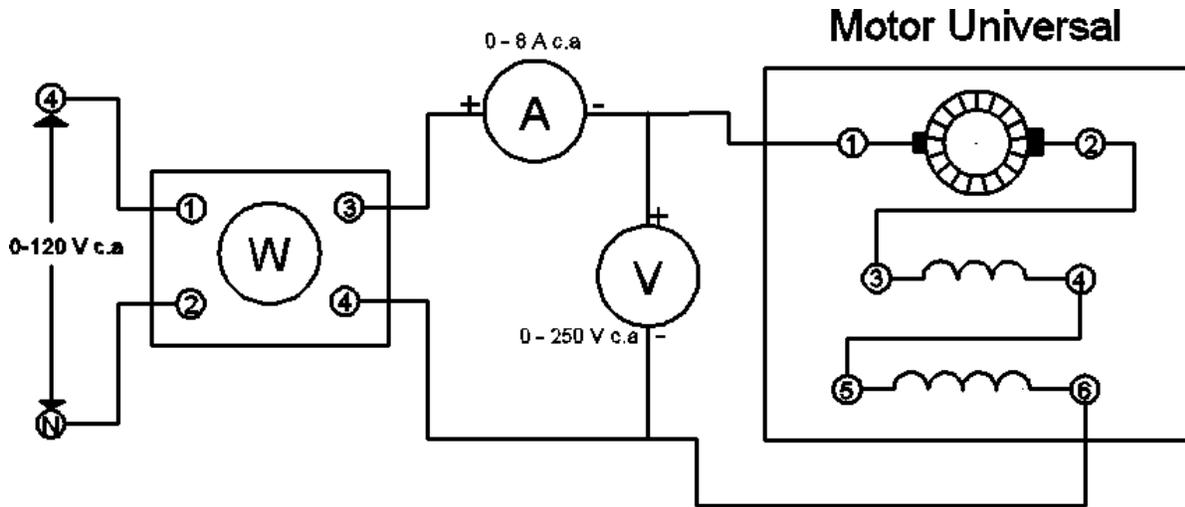

FIGURA 3
7.- Conecte ahora el circuito como el de la figura 3 usando además un electrodinamómetro al que se acoplará el motor universal. Las conexiones de la armadura respecto al devanado de compensación deberán ser como las del punto 6 de la práctica.